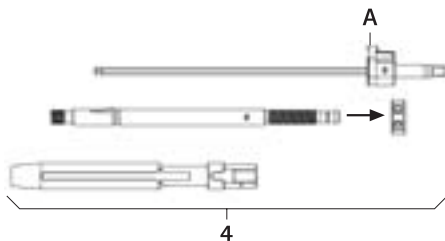

Рис. 2
- Демонтаж рукоятки для репозиции 4, см. Рис. 2: Сильно нажать кнопку **A** и извлечь отвертку FW234R.